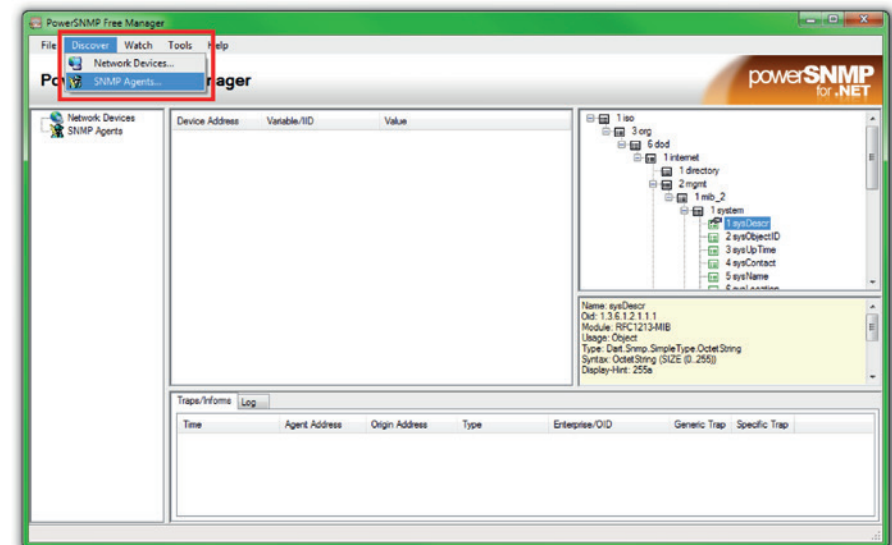

Abbildung 4: PowerSNMP Free Manager — Erkennung von SNMP Agents.
5. Wählen Sie die Funktion SNMP Agents... aus dem Menü Discover in Abbildung 4.